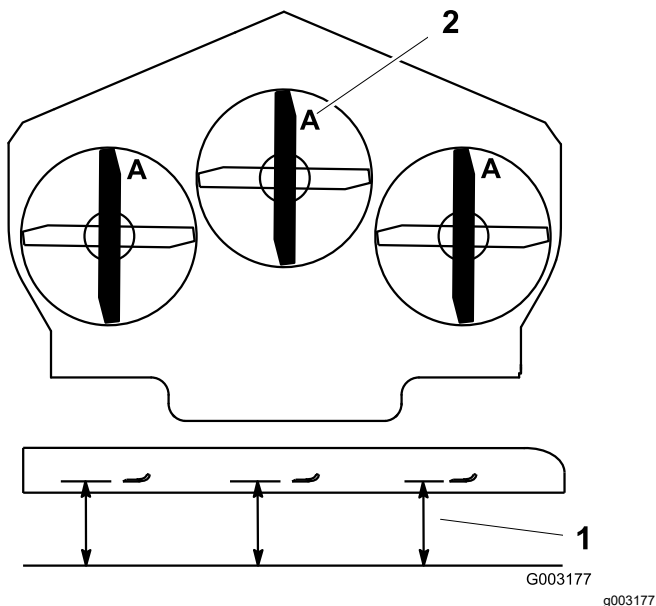

Figura 108
4. Meça desde uma superfície nivelada até à extremidade de corte, posição **A**, das lâminas (Figura 108).